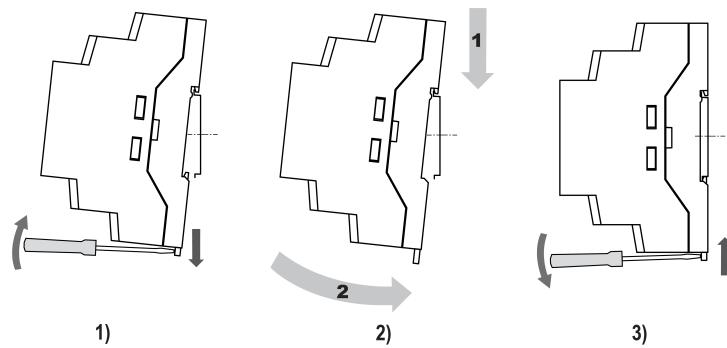

Рисунок 4.10 – Монтаж прибора с креплением на DIN-рейку
- Вставив отвертку в проушину, оттянуть защелку рисунок 4.10, 1)
- Установить прибор на DIN-рейку в соответствии с направлением стрелки 1 рисунок 4.10, 2);
- Прижать прибор к DIN-рейке в направлении, показанном стрелкой 2 (рисунок 4.10, 2). Зафиксировать защелку (см. рисунок 4.10, 3).